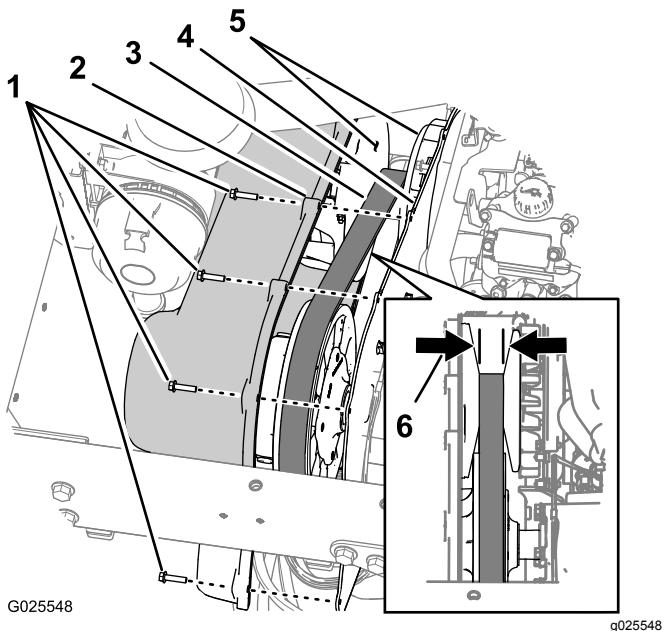

Рисунок 63
- Выверните 9 болтов с шестигранными головками с буртиком ($\frac{1}{4}$ x 1 дюйм), которые крепят крышку коробки передач к монтажной пластине коробки передач (Рисунок 63).
2. Сдвиньте крышку вперед, чтобы можно было увидеть ремень привода (Рисунок 63).
3. Проверьте конические плоские грани первичной муфты сцепления на отсутствие признаков повреждений (Рисунок 63).
4. Проверьте ремень привода, нет ли недостающих или поврежденных зубцов (Рисунок 63).
5. Измерьте ширину ремня и запишите ее (Рисунок 63).
6. Совместите отверстия в крышке коробки передач с отверстиями в монтажной пластине (Рисунок 63).
Примечание: Если ширина ремня составляет 29,5 мм или меньше, замените ремень (Рисунок 63).
7. Прикрепите крышку к монтажной пластине (Рисунок 63) с помощью 9 болтов с шестигранными головками с буртиком ($\frac{1}{4}$ x 1 дюйм), снятых при выполнении пункта 1, и затяните болты с моментом от 10,2 до 12,4 Н·м.